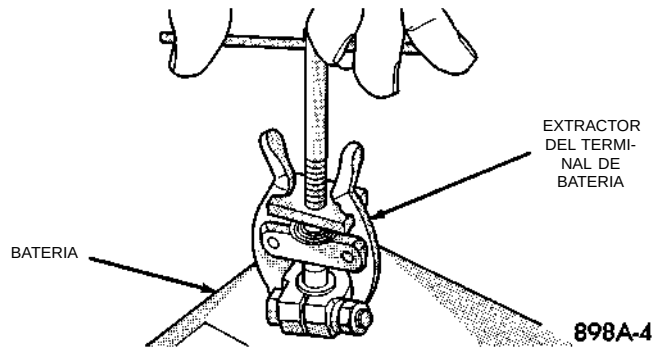

Fig. 12 Desmontaje de los cables negativos de la batería
- (1) Asegúrese de que el interruptor de encendido esté en la posición OFF y que todos los accesorios también estén en OFF.
- (2) Retire primero el cable negativo de la batería y después el positivo (Fig. 12).